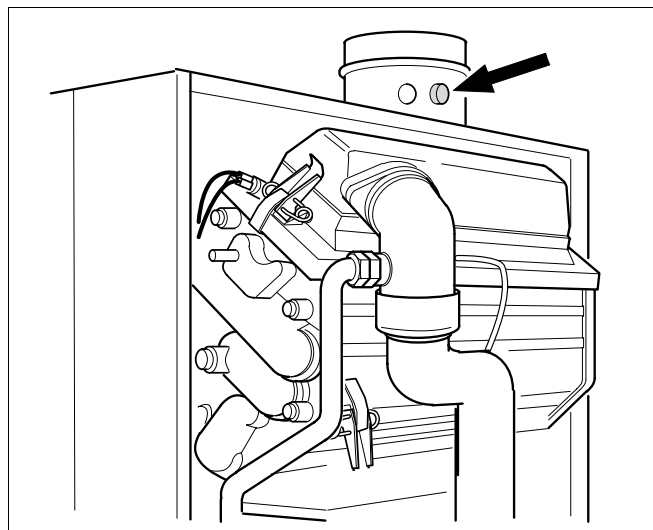

Fig. 30 Point de mesure pour les gaz de combustion
- Mesurer et noter la proportion de CO₂ au point de mesure des gaz de fumées (fig. 30).
Point de mesure (fig. 30).